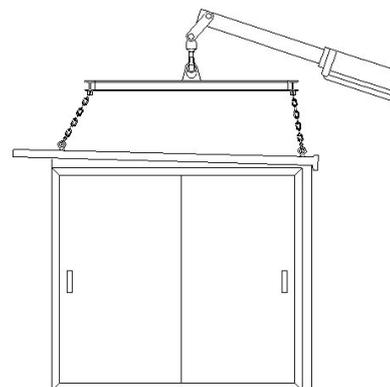

Fig.2
- utilizzo di bilanciere a 4 punti (fig.2)
- use of 4 point barbell (Fig2)